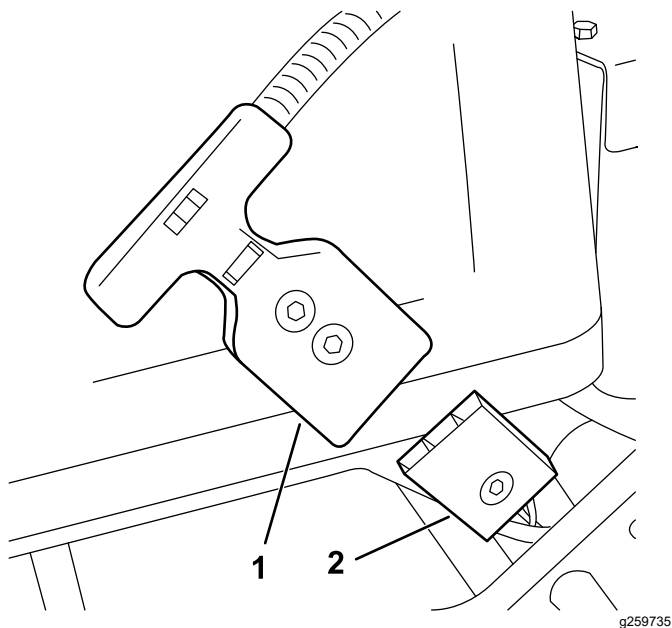

图 33
4. 从电池基座的主电源接头上断开主线束上的 T 形手柄接头 图 33。
4. 将 T 形手柄连接至电池组接头 图 33